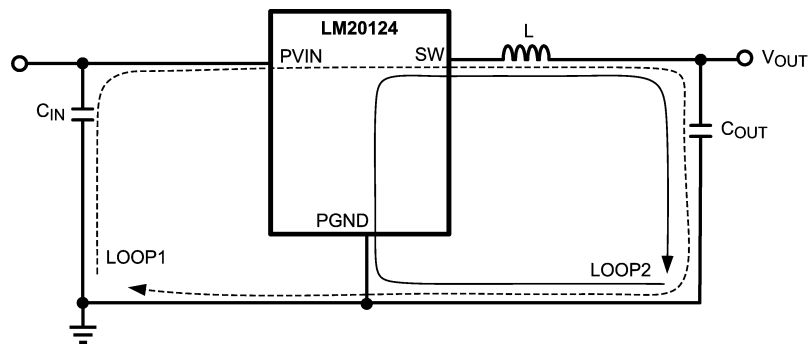

FIGURE 10. Schematic of LM20124 Highlighting Layout Sensitive Nodes
1. スイッチングされた電流ループの面積を最小限に抑えます。降圧型レギュレータには電流がきわめて高速にスイッチする 2 個のループが存在します。最初のループは入力コンデンサから始まり、レギュレータの VIN ピン、レギュレータの SW ピン、インダクタ、そして出力コンデンサおよび出力負荷につながる経路です。もう 1 つは、出力コンデンサのグラウンドから始まり、レギュレータの PGND ピンを通して、インダクタから出力負荷へと至るループです (Figure 10 参照)。両方のループ面積を最小化するために、入力コンデンサを PVIN ピンの可能な限り近くに配置してください。入出力コンデンサ両方の接地には、PGND に接続する小型の局所的な上側プレーンおよびダイ・アタッチ・パッド (DAP) があります。インダクタを SW ピンおよび出力コンデンサの可能な限り近くに配置してください。